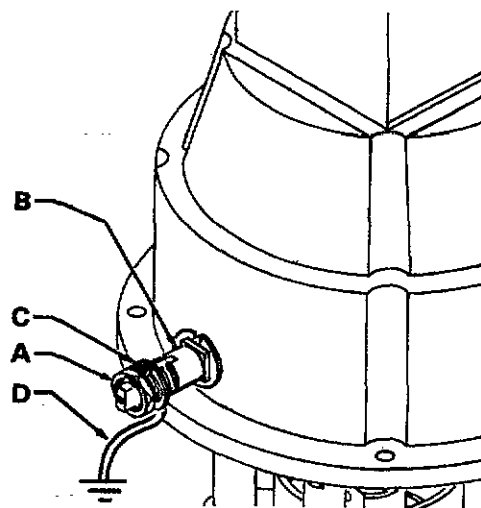

Fig 1
För att jorda pumpen, lossa jordskruvens låsmutter (A) och bricka (C). Anslut ena änden på 1,5 mm² jordledning (D) i spåret (B) och dra åt låsmuttern ordentligt. Se fig 1. Anslut den andra änden på jordledningen med hjälp av en klammer till riktig jord. Se TILLBEHÖR för jordledning och klammer.